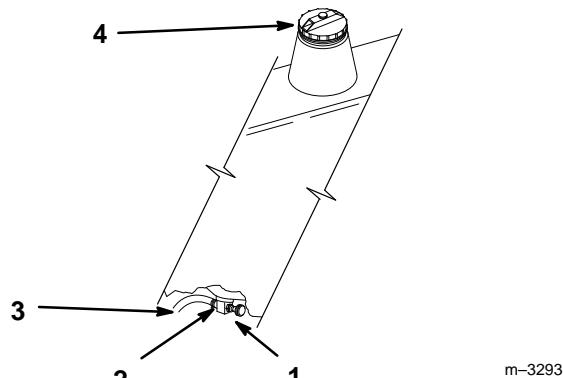

Figure 42
2. Fermer le robinet d'essence sous le réservoir (Fig. 42).
6. Ouvrir le robinet d'essence sous le réservoir (Fig. 42).
3. Desserrer le collier de fixation de la conduite d'alimentation et le faire glisser sur la conduite pour l'éloigner du robinet (Fig. 42).
4. Détacher la conduite d'alimentation du robinet d'essence (Fig. 42). Ouvrir le robinet et laisser l'essence couler dans un bidon à essence ou dans un bac de vidange.
- Reconnecter la conduite d'alimentation au robinet d'essence, puis faire glisser le collier jusqu'au robinet pour fixer la conduite (Fig. 42).